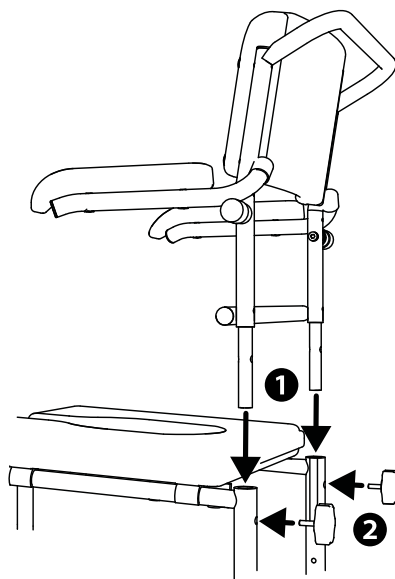

Abb.6
1. Stecken Sie die Rückenrahmenrohre von oben in die hinteren Rohre des Untergestells (1, Abb. 6).
2. Die Rohre der Rückenlehne und des Untergestells werden mit den beiliegenden Sterngriffschrauben fest miteinander verschraubt (2, Abb. 6).